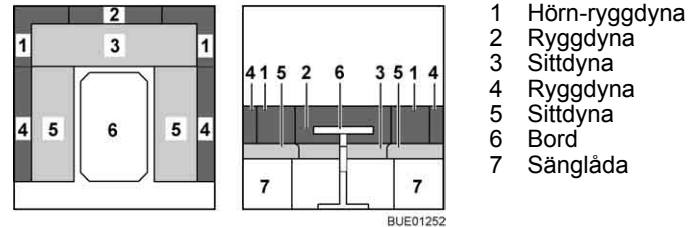

Bild 92 Före ombyggnaden
- Ta bort hörn-ryggdynorna (Bild 92,1) och ryggdynan (Bild 92,2) och lägg dem under bordet.